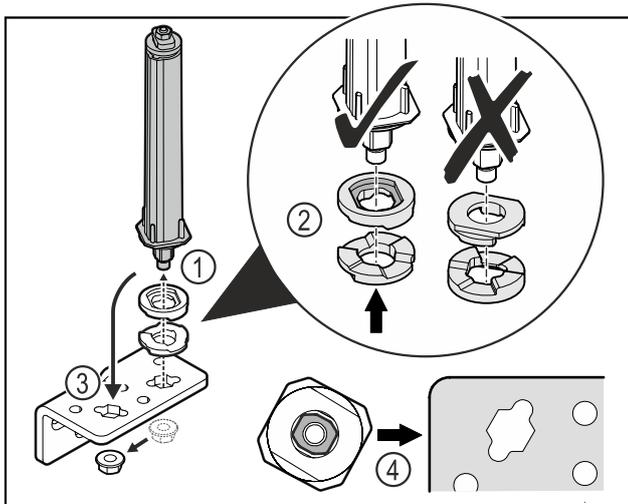

Fig. 38
- ▶ Mutter lösen und Türschließsystem entfernen Fig. 38 (1).
- ▶ Auf die korrekte Ausrichtung der Höhenverstelleisen achten Fig. 38 (2).
- ▶ Türschließsystem im Scharnierwinkel umsetzen und mit der Mutter fixieren Fig. 38 (3).
- ▶ Beim Einsetzen auf die korrekte Ausrichtung des Türschließsystems achten Fig. 38 (4).